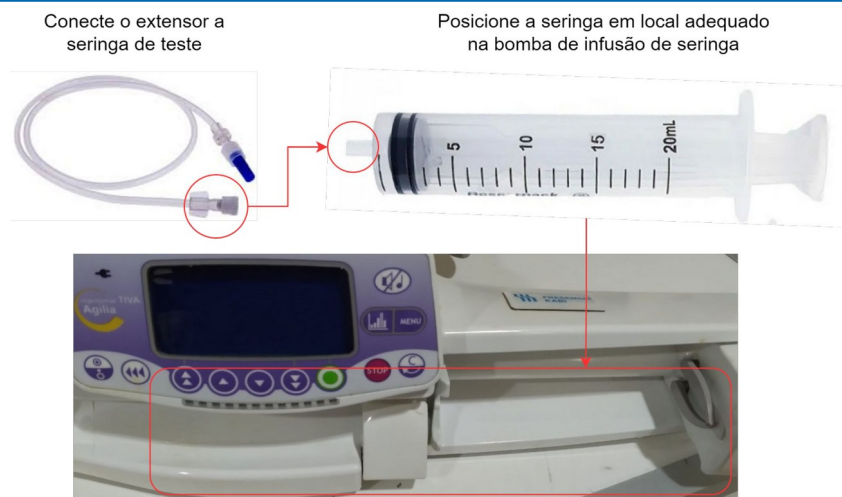
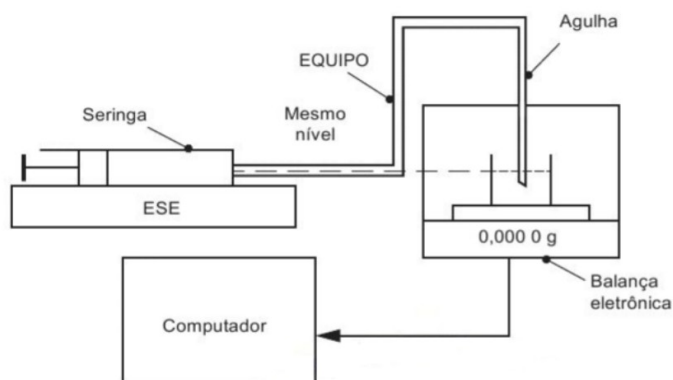

Figura 5 - Montagem de seringa em bomba de infusão de seringa.
Figura 6 - Aparato de calibração.
1. Preencha totalmente a seringa com água destilada e realize sua montagem no equipamento. Na Figura 5 tem-se um exemplo de montagem de seringa em bomba de infusão.
1. Utilize uma seringa de 20ml ou tamanho inferior. Com a seringa vazia, êmbolo totalmente estendido, realize a montagem da seringa no equipamento. Na Figura 5 tem-se um exemplo de montagem de seringa em bomba de infusão.
1.	Preencha totalmente a seringa com a solução escolhida e realize a montagem do aparato de calibração conforme Figura 6. Na Figura 5 tem-se um exemplo de montagem de seringa em bomba de infusão.